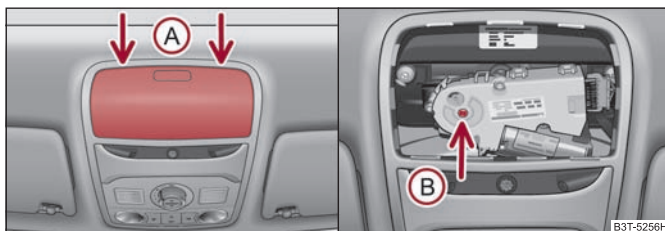

Fig. 45 Escotadura del revestimiento interior del techo: Puntos de inicio del destornillador / accionamiento de emergencia
- Aplicar con cuidado un destornillador con la hoja plana en el lado posterior de la cubierta para el motor eléctrico (A) ⇒ fig. 45.
- Introducir una llave Allen, tamaño 4, hasta el tope en el orificio (B) y cerrar o abrir el techo corredizo.